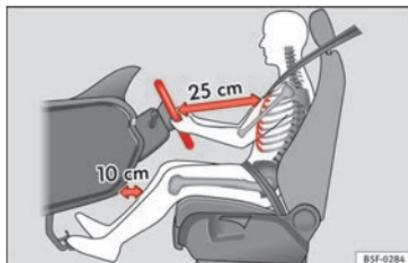
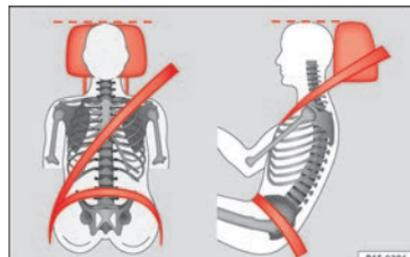

Abb. 64 Der richtige Abstand des Fahrers zum Lenkrad.
Abb. 65 Richtiger Gurtbandverlauf und richtige Kopfstützeinstellung.
- Sitzstellung so vornehmen, dass der Abstand zwischen Lenkrad und Brustbein mindestens 25 cm beträgt » **Abb. 64** und das Lenkrad mit beiden Händen und leicht gebeugten Armen seitlich am äußeren Rand festgehalten werden kann.
- Fahrersitz in Längsrichtung so einstellen, dass die Pedale mit leicht angewinkelten Beinen durchgetreten werden können und der Abstand zur Instrumententafel im Kniebereich mindestens 10 cm beträgt » **Abb. 64**.
- Kopfstütze so einstellen, dass die Oberkante der Kopfstütze sich möglichst auf einer Linie mit dem oberen Teil des Kopfs – jedoch nicht niedriger als Augenhöhe – befindet. Hinterkopf stets so nah wie möglich an der Kopfstütze positionieren » **Abb. 64** und » **Abb. 65**.
Den richtigen Abstand zwischen Fahrer und Lenkrad » **Abb. 64** mit Hilfe der Bedienungselemente am Fahrersitz einstellen »  **Seite 12.**